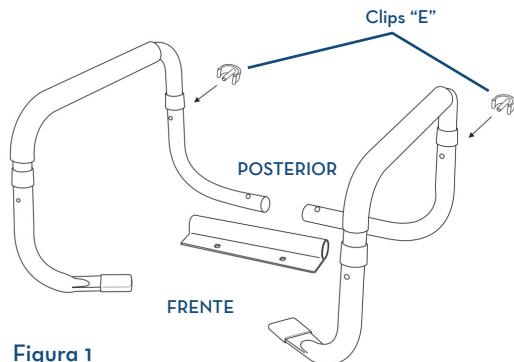

Figura 1
2. Arme el armazón al introducir la sección del descansabrazos dentro de las dos secciones de apoyo del armazón, presionando las clavijas de latón del descañabrazos e introduciéndolas dentro de los receptáculos. Tenga en cuenta que la parte del frente del descansabrazos corresponde a la sección con las tapas de hule. Cuando esté en su lugar, presione los botones para que se coloquen en su lugar. Introduzca el clip "E" en la parte de atrás del armazón para asegurar el descansabrazos al armazón. Repita los mismos pasos para el otro descansabrazos. (Figura 1)